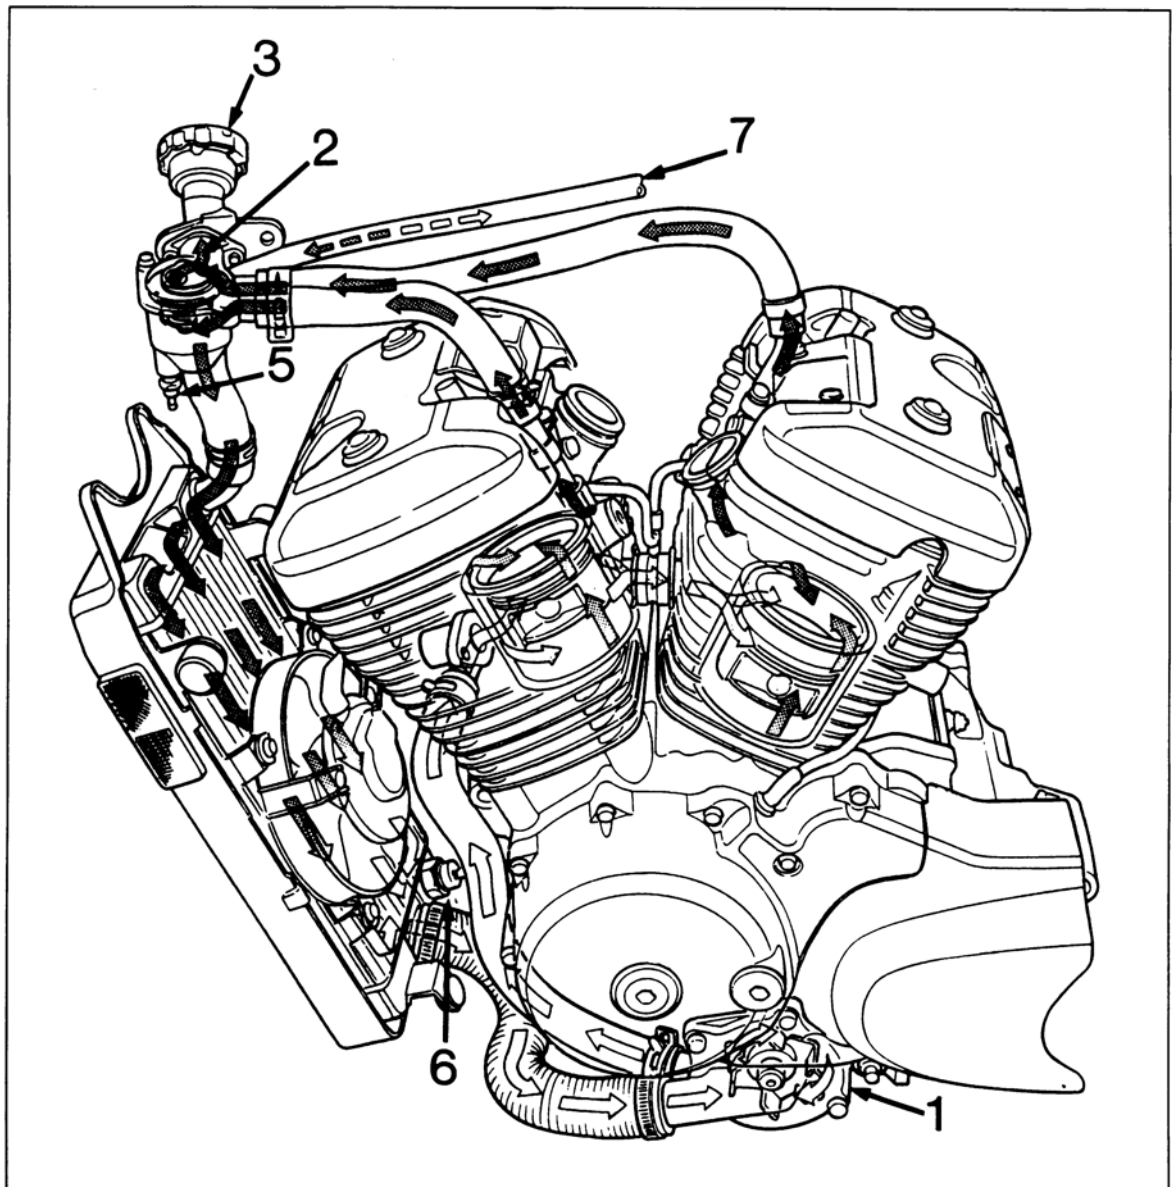

Bild 83
- Befestigungsschraube ④ Bild 83 von Thermostatgehäuse und Kühlereinfüllstutzen ③ ausdrehen.